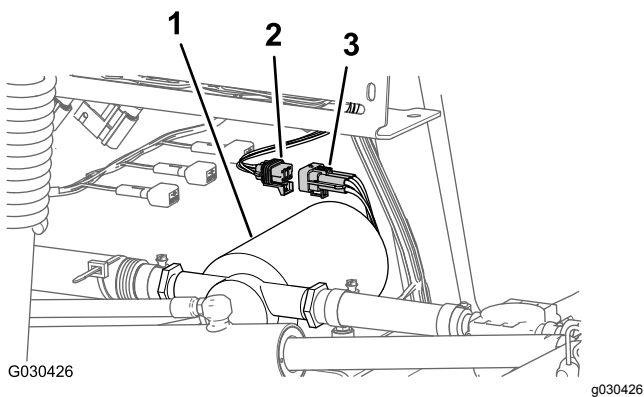

Figura 6
- Desligue o conector de 6 pinos da cablagem da bomba de lavagem do conector de 6 tomadas da cablagem traseira principal (Figura 6).